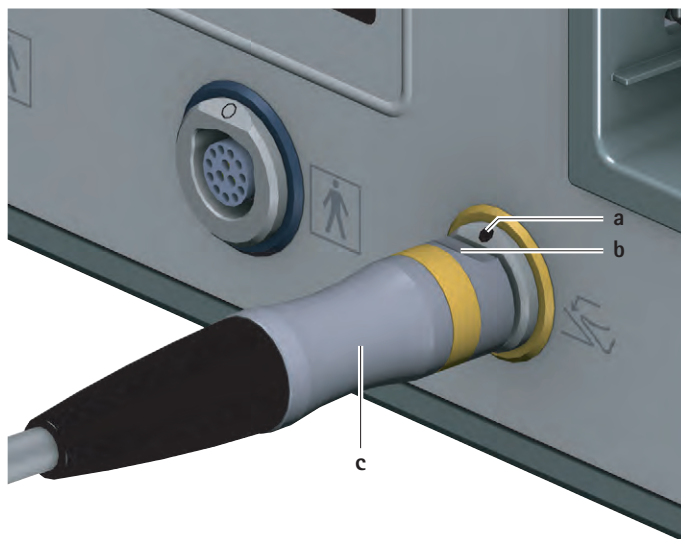

Fig. 2 Tænding af fodbetjening
- ▶ Vend stikket på fodbetjeningen c således, at markeringen b på stikket stemmer overens med markeringen a på tilslutningen til fodbetjeningen 6, se Fig. 2.
- ▶ Træk stikket på fodbetjeningen **c** ud af tilslutningen til fodbetjeningen **6**, se Fig. 2.